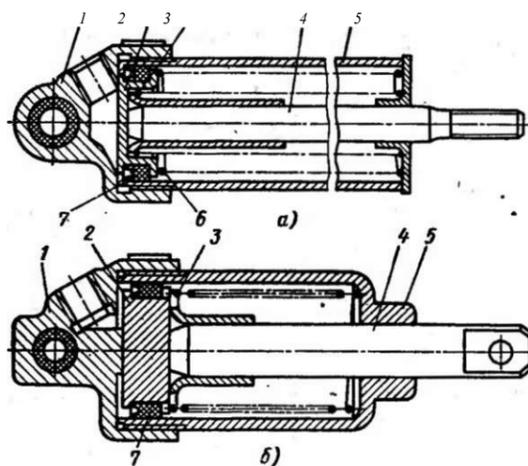

Рис. 119. Пневматические цилиндры привода:
**Пневматические цилиндры** (рис. 119) предназначены для приведения в действие механизмов вспомогательной тормозной системы. На автомобилях устанавливаются три пневматических цилиндра: два цилиндра имеют диаметр 35 мм и ход поршня 65 мм и служат для управления дроссельными заслонками, размещенными в выпускных трубопроводах двигателя; один цилиндр имеет диаметр 30 мм и ход поршня 25 мм и служит для управления рычагом останова двигателя, он закреплен шарнирно на крышке регулятора топливного насоса высокого давления.